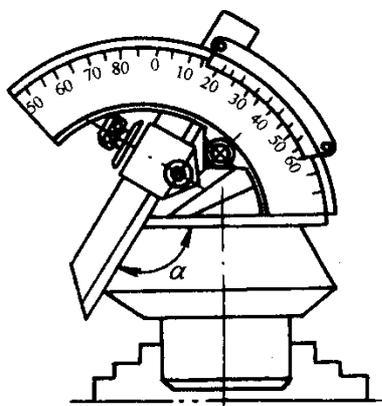
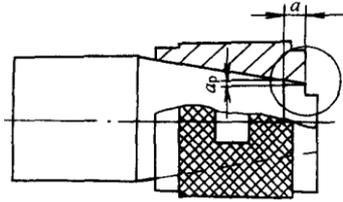

图 c-44 用游标万能角度尺调整角度
图 c-45 车外圆锥控制尺寸的方法
②用游标万能角度尺调整对于角度零件或精度不高的圆锥表面可用游标万能角度尺检查调整。根据被测角度调整好游标万能角度尺角度，把尺的基面放在被测件的基准面上(轴心位置)用透光法检查微调角度尺刻度，使直尺或角尺与被测面靠平见图 c-44，通过角度尺的读数来微调小滑板的角度。
①用游标卡尺和千分尺控制锥长和工件大小端直径。测量直径的位置必须在锥体的最大端或最小端处。
②用界限套规控制尺寸。当锥度已找正，而大端或小端尺寸还未能达到要求时，需再车削，可用如下方法来解决其背吃刀量。
a. 计算法用游标卡尺测量出工件端面至套规过端界限面的距离 a ，见图 c-45，用计算法计算出背吃刀量 a_p